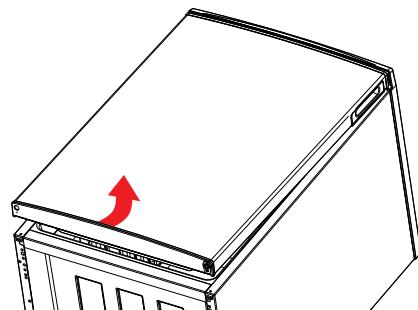

Fig. 3
- ▶ Løft køleskabsdøren let forneden med begge hænder, og træk køleskabsdøren ud af det øverste hængsel (fig. 3).